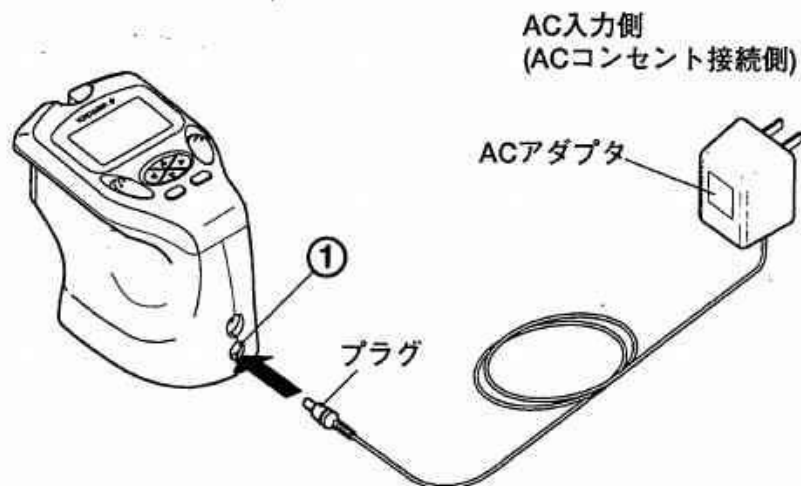

図2.2.1
【手順2】 ACアダプタのプラグを図2.2.1のように本器背面の①に接続します。